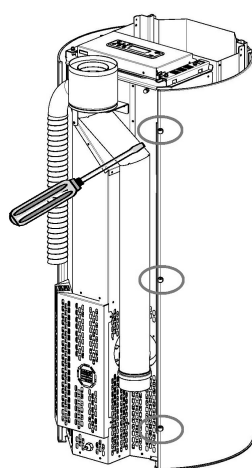

Fig. 77 - Enlever les vis
- Dévisser les vis postérieures des côtés (voir **Fig. 77**).